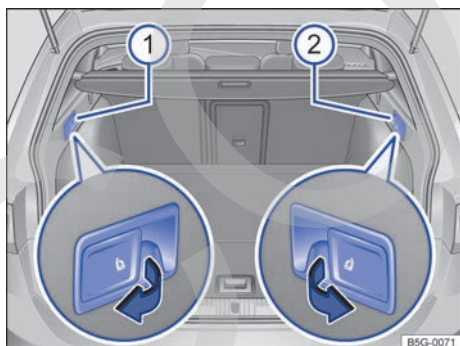

Fig. 77 En el maletero (Variant): palancas para desbloqueo de la parte izquierda ① y la parte derecha ② del respaldo trasero desde el maletero.
- Tire de la palanca de desbloqueo de la parte izquierda → fig. 77 ① o derecha ② del respaldo del asiento trasero en el sentido de la flecha. La parte desbloqueada del respaldo se abate automáticamente hacia delante.